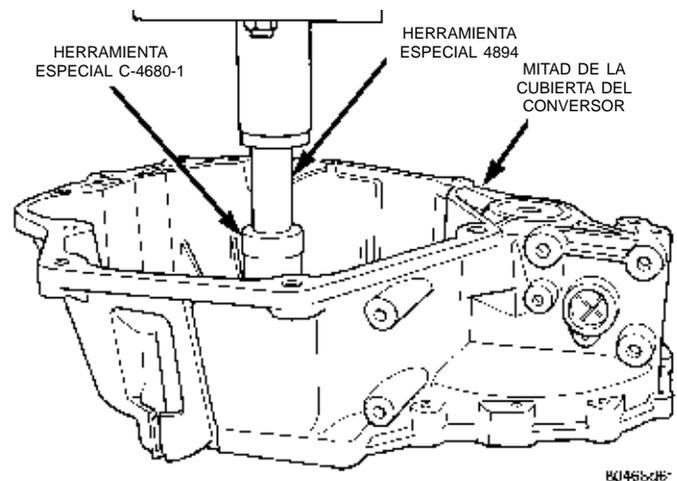

Fig. 129 Herramienta para el cojinete impulsor
(1) Aplique una capa de sellante Loctite® en el diámetro externo del cojinete. Emplace el conjunto de manguito y cojinete en el hueco del cojinete impulsor.
(2) Instale la herramienta N° C-4680-1 sobre el cojinete impulsor (Fig. 129).